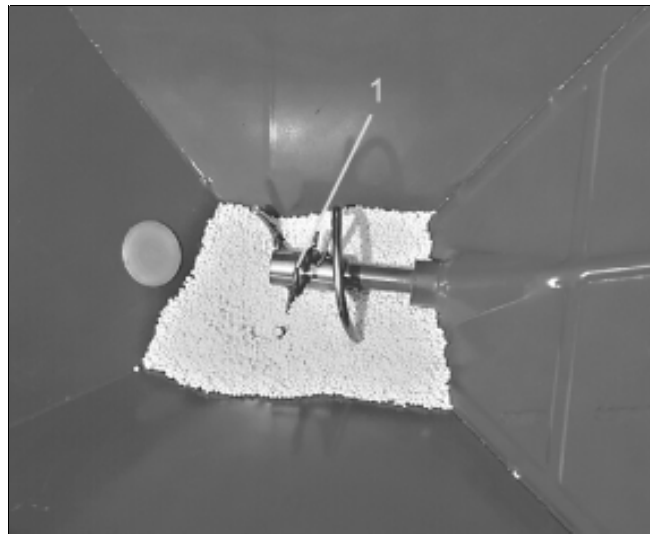

Fig. 35
- De roeras wordt geborgd met de veerclip van de roerspiraal (Fig. 35/1).